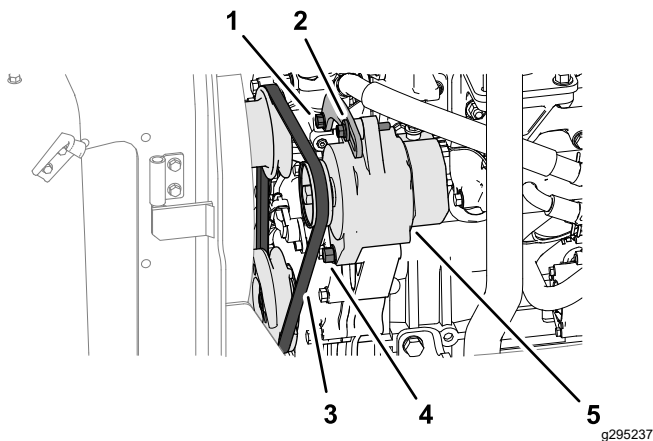

Figura 71
1. Aplique una fuerza de 10 kgf contra la correa del alternador (Figura 71), en el punto intermedio entre las poleas.
- Si la desviación de la correa es inferior a 10 mm, afloje el perno del pivote del alternador y el perno tensor (Figura 71), y reduzca la tensión de la correa.
- Si la desviación de la correa es superior a 10 mm, afloje el perno de pivote del alternador y el perno tensor (Figura 71), y aumente la tensión de la correa.
Nota: Si es necesario, afloje el perno de la placa tensora (Figura 71).
3. Apriete los pernos (Figura 71).